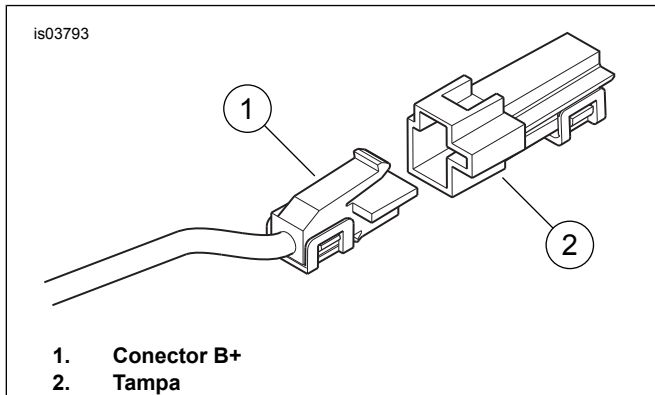
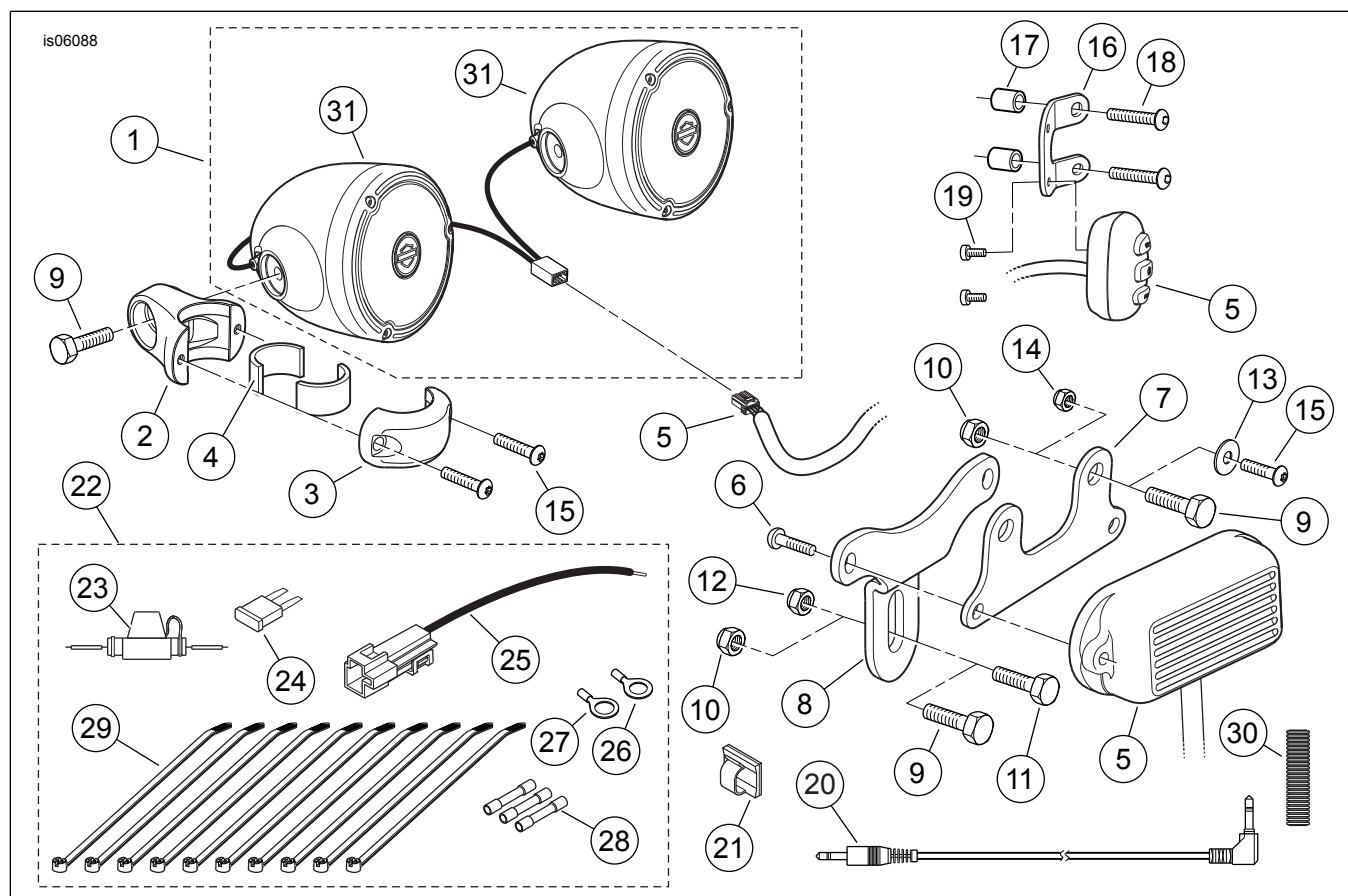

Figura 4. Conector B+
Figura 5. Kits de peças de reposição, amplificador e alto-falante montados no guidom
1. Veja Figura 5. Pegue o pacote de peças elétricas (22) do kit. Seleccione o suporte do fusível em linha (23) e um conector de emenda selada azul (28) do pacote de peças.
4. Seleccione a extremidade livre do fio **vermelho** no conjunto do chicote de fios. Pegue dois conectores de emenda selada azuis (28) e o fio adaptador de 12 V (25) do pacote de peças. Emende o suporte do fusível em linha no fio vermelho de acordo com as instruções do manual de serviço. Emende o fio adaptador na extremidade oposta do suporte do fusível em linha.
- Veja Figura 4. Localize o conector B+ (1) (positivo da bateria) no chicote de fios principal sob o assento (um fio vermelho com conector cinza não usado). Remova a tampa (2) do conector B+. Coincida o conector do fio de alimentação **vermelho** do conjunto do chicote de fios com o conector B+.
- Enrole o excesso de fio sob o tanque de combustível, dentro da nacela ou embaixo do prendedor do guidom, onde ele não interferirá com a função da direção. Instale o fusível de 5 A (24) no suporte do fusível em linha no fio vermelho.
- Veja Figura 5. O conector de 3,5 mm do controle manual pode ser fixado no guidom com abraçadeiras ou fixado no prendedor triplo superior ou na nacela com a presilha com adesivo na parte traseira (21) do kit. Se estiver usando a presilha: